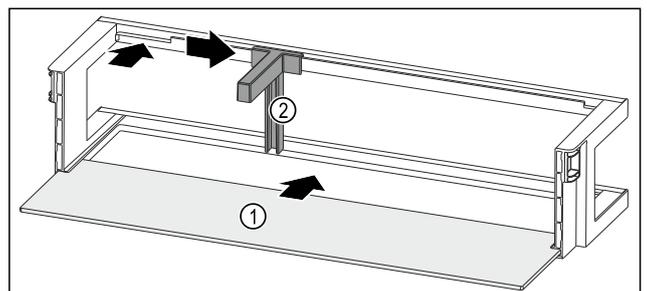

Fig. 89 Raft montat pe ușă cu raft
- ▶ Împingeți în interior raftul Fig. 89 (1) în degajările laterale.
- ▶ Introduceți suportul pentru sticle Fig. 89 (2) în degajare.
- ▶ Împingeți în lateral suportul pentru sticle Fig. 89 (2) în poziția dorită.